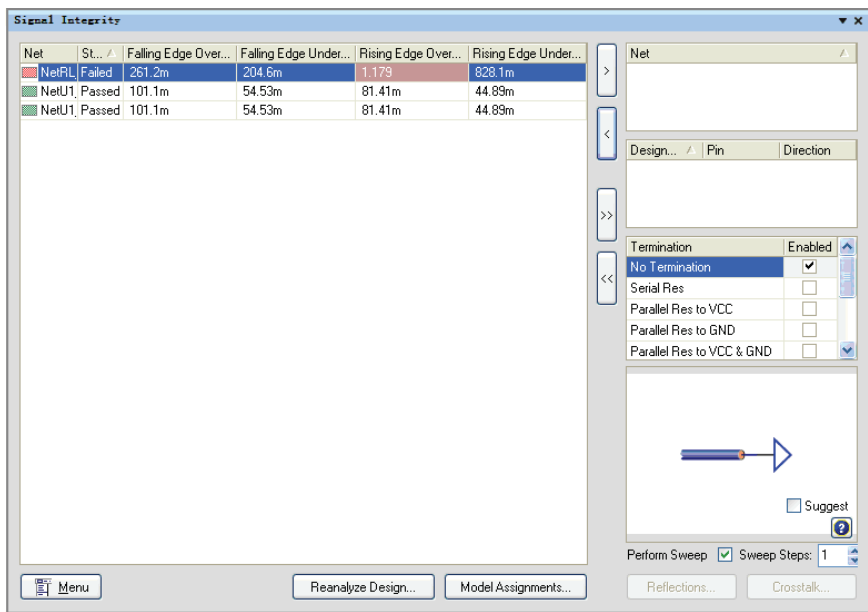
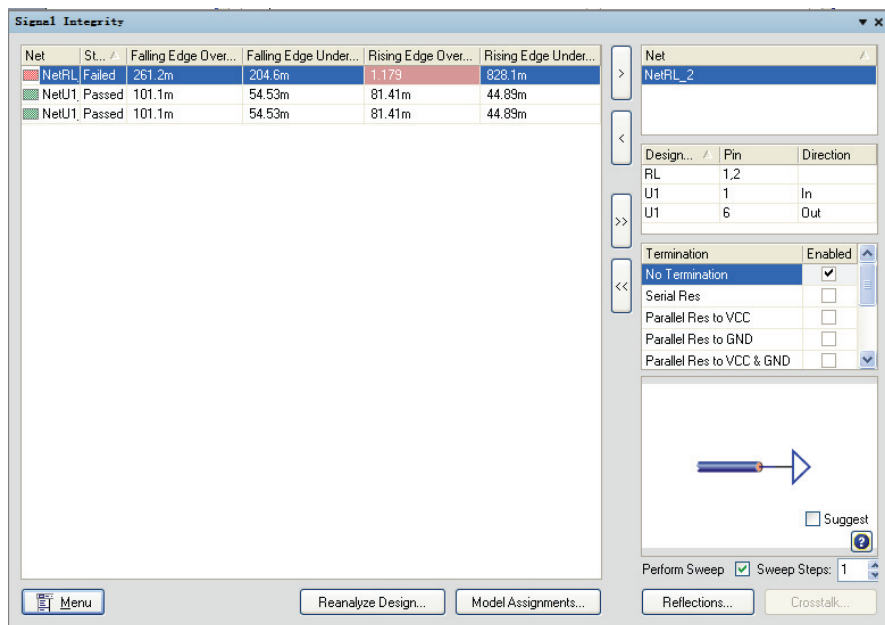

图 12-38 信号完整性分析器
图 12-40 选中网络信号完整性分析器
- (1) 执行【Tools】→【Signal Integrity...】命令，则系统开始进行初步分析，打开了信号完整性分析器。如图 12-38 所示。
(3) 在图 12-38 中双击“NetRL”行或选中“NetRL”行，再单击  按钮，NetRL 添加到右边的网络栏中，与该网络线连接的元器件的名称添加到右边元件标识符栏中。如图 12-40 所示。